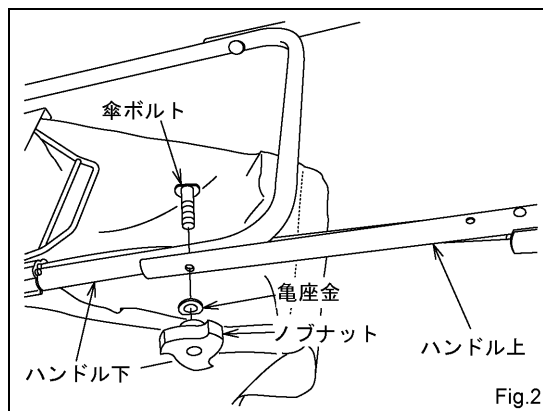

Fig.2
- (2) ハンドル(上)の取り付け：ハンドル(下)の穴にハンドル(上)の穴を合わせて傘ボルトを挿入し、亀座金とノブナットで取り付けして下さい。(Fig.2)